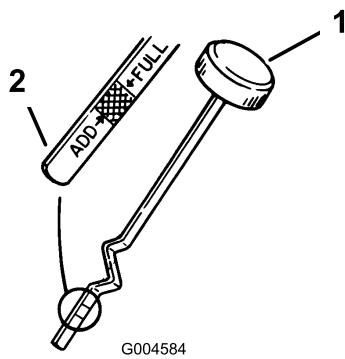

Figura 21
9. Svitate l'asta di livello dell'olio e pulite l'estremità metallica (Figura 21).